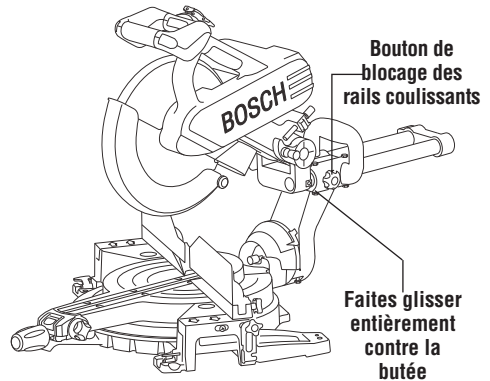

Figure 30. Coupe de fente
1. Faites glisser la tête vers l'arrière aussi loin que possible (Figure 30).
2. Serrez le bouton de blocage des rails coulissants (Figure 30).